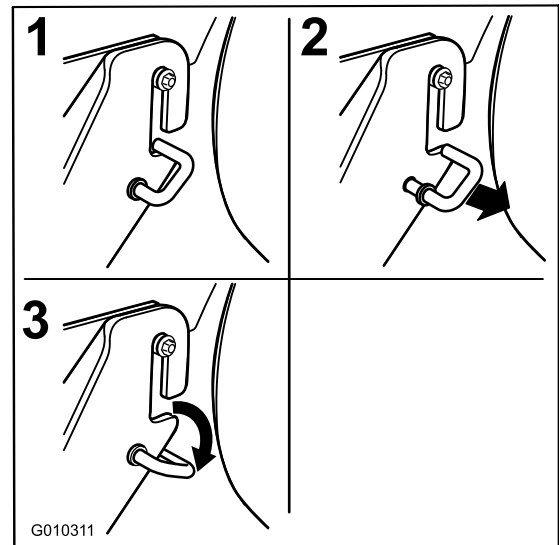

Bild 71
1. Bewegen Sie an beiden Seiten des Mähwerks die gefederten J-Haken aus dem Schlitz in den hinteren Hängeprofilhalterungen (Bild 71).
6. Befestigen Sie die vordere Stütze am Mähwerk an den vorderen Mähwerkhängeprofilen und befestigen Sie sie mit einer Scheibe und einem Splint (Bild 71).